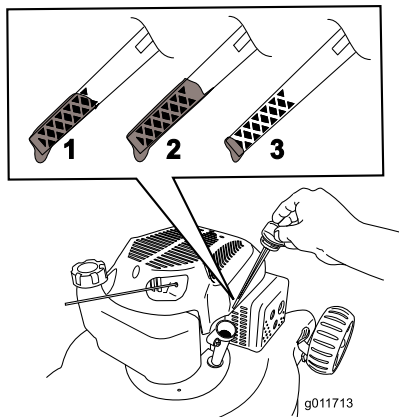

Рисунок 22
**Примечание:** Заливайте масло в картер двигателя до тех пор, пока масломерный щуп не покажет, что достигнут нужный уровень масла в двигателе, как показано на (Рисунок 22). В случае перелива слейте некоторое количество масла из двигателя, как описано в 5.